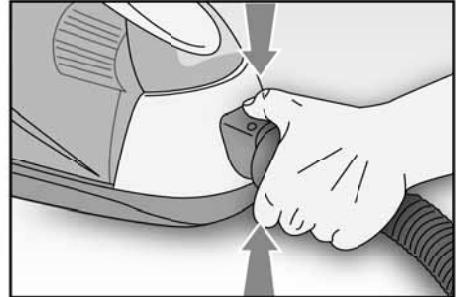

Fig. 2
- Inserire il manicotto (Q) nell'apertura di entrata dell'aria (H) e premerlo finché non scatta il blocco. Per rimuoverlo, è necessario premere contemporaneamente i due pulsanti di sblocco (V) ed estrarre (Fig. 2).